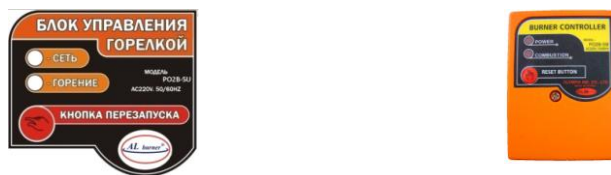

Рис. 13. Блок управления Горелкой.
3.5.6. Нажмите кнопку «Сеть» (POWER) на топочном автомате Горелки (Рис.13) и установите температуру нагрева котловой воды согласно паспорта котла.